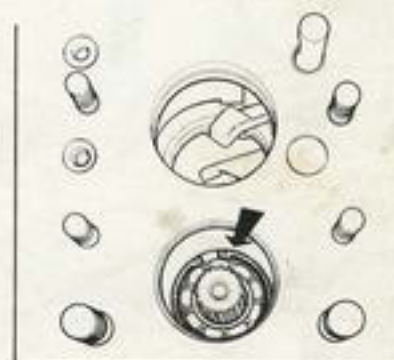

Fig. 14
- Extraire ce circlips (Fig. 14).